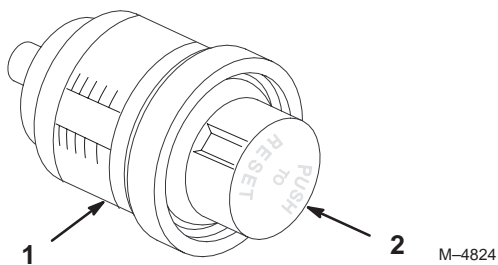

Figure 53
2. Remettez le témoin à zéro en appuyant sur le bouton au bas de la cartouche jusqu'à ce que le plongeur revienne au point le plus bas (Fig. 53).